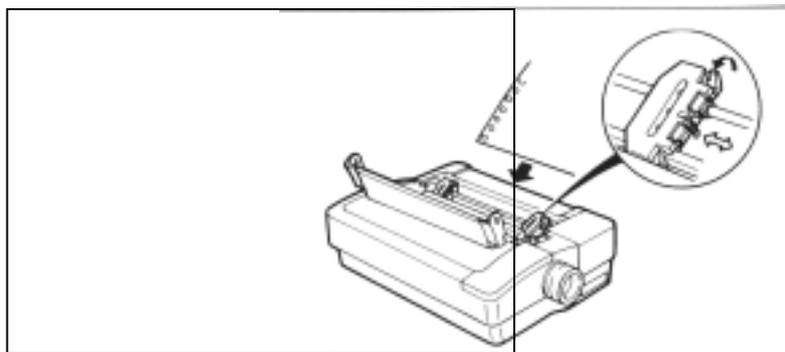

图 3-6 调节拖纸器
3. 打开拖纸器上的锁扣，调整拖纸器的位置，使其接近打印纸的宽度，见图 3-6。